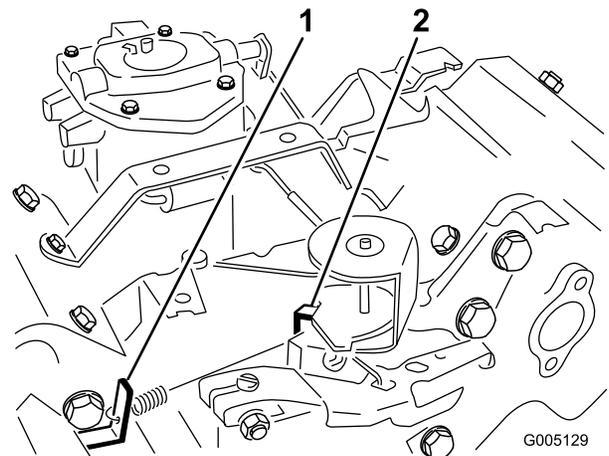

図 48
5. スロットルコントロールをFAST位置とする。高速アイドルスプリングアンカーの耳(図 48)を曲げて、エンジン速度を 3400±50 RPM に調整する。